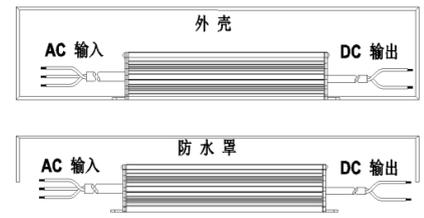

图 1
3. 电源不可直接露天安装，必须是装在防护壳内或是防水罩内；线头在防护壳内或在防水罩内连接（如图 1 示意）。